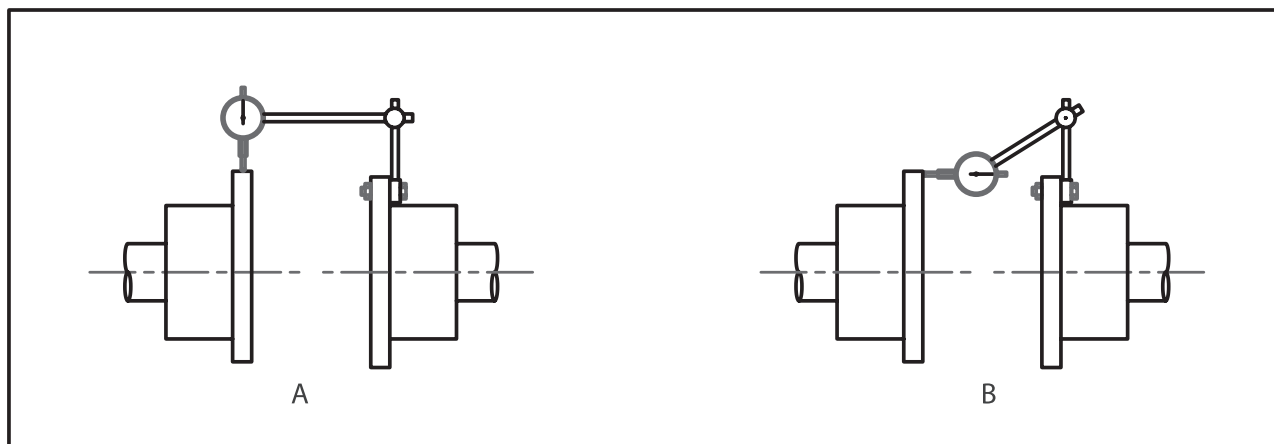

Fig. 12.11
Il disallineamento radiale può essere valutato per mezzo di una squadretta o di una barretta rettificata sufficientemente rigida e lunga, ma è senz'altro preferibile impiegare un comparatore montato come in Fig. 12.11 A. La lettura T.I.R. (Total Indicator Reading) fornita dal comparatore per una rotazione di 180° rappresenta il doppio del disallineamento reale.
1. individuare la macchina (compressore o moltiplicatore di giri) la cui altezza e posizione rispetto al basamento devono essere considerate fisse ma è senz'altro preferibile impiegare un comparatore montato come in Fig. 12.11 B. Il rapporto tra la lettura T.I.R. (Total Indicator Reading) fornita dal comparatore per una rotazione di 180° ed il diametro del cerchio descritto dalla rotazione dell'asse del tastatore rappresenta la tangente dell'angolo di disallineamento.